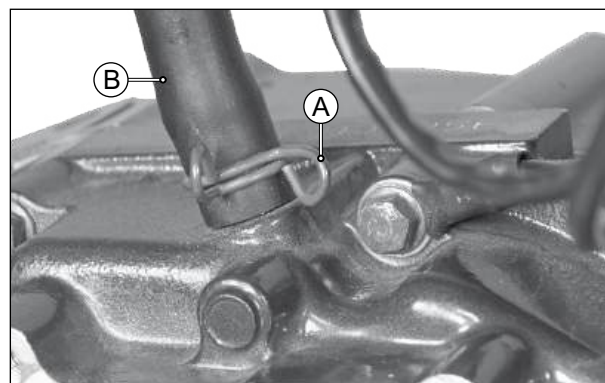

Fig. 3.109
- Desloque a braçadeira da mangueira (A) e desconecte o tubo de respiro (B) do conjunto do motor. (Fig. 3.109)